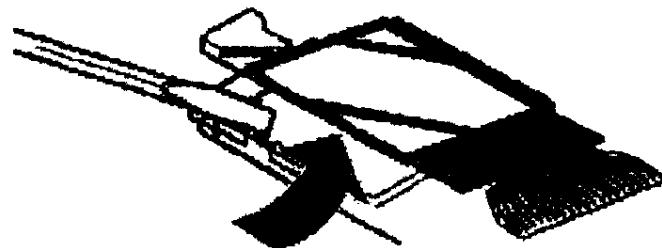

图6 液晶显示器的拆卸
6. 用一个改锥或类似的小工具插入底板和液晶显示器间的凹处，轻轻地从底板组件中取出液晶显示器（见图6）。